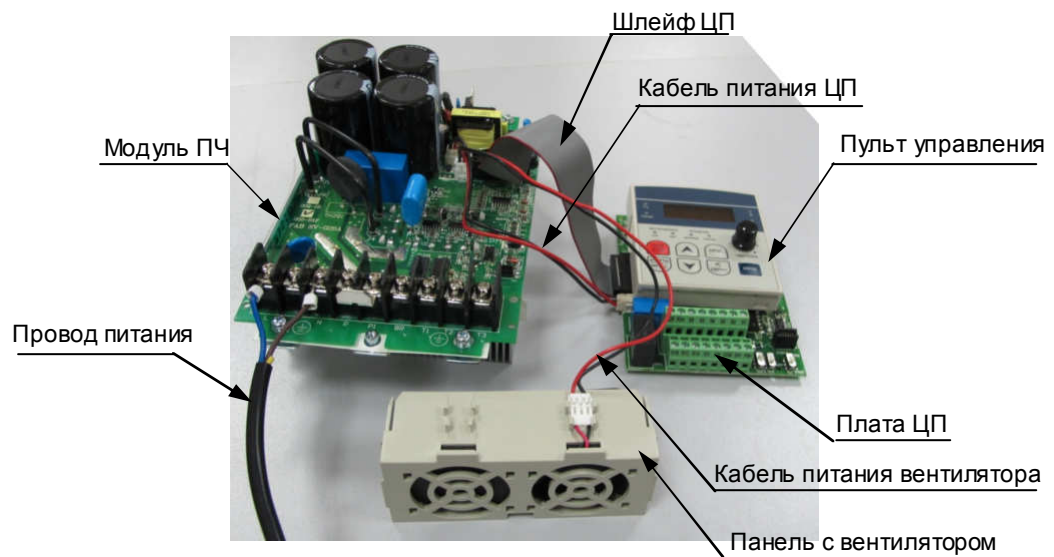

Рис.4.13
4.10.1. Подключить к модулю ПЧ плату ЦП, вентилятор. На плату ЦП установить пульт управления. Использовать, для этого, штатные кабели и шлейфы (рис. 4.13).